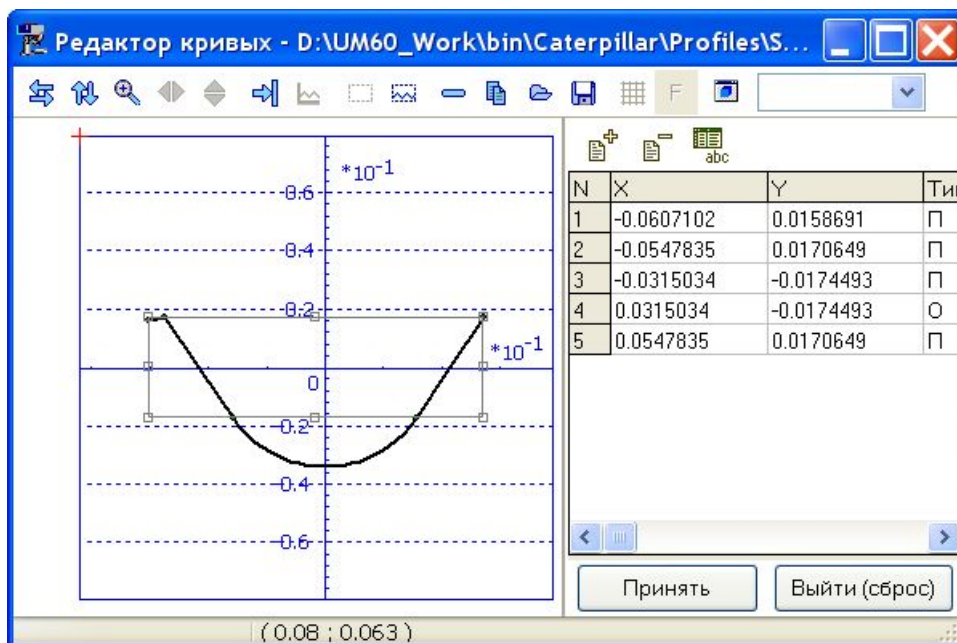

Рис. 13 Профиль зуба
- щелчком на кнопке откройте редактор, рис. 13